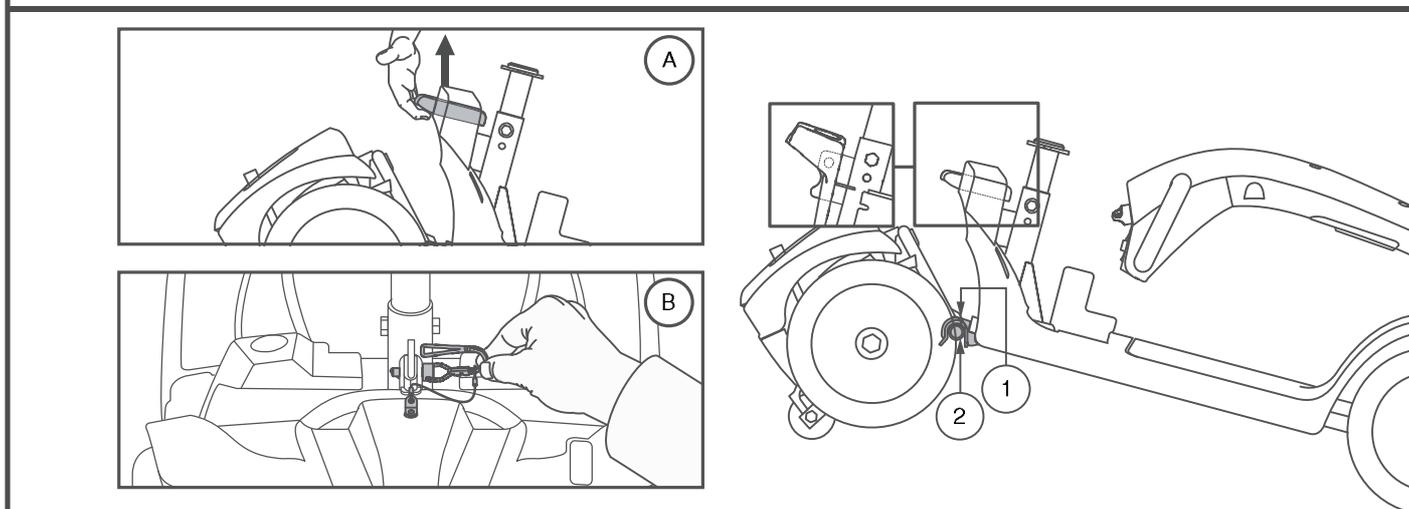

Figura 23 Leva di rilascio del telaio (Stile A) e Perna di chiusura del telaio (Stile B)
3. Rimuovere il perno di chiusura (*Solo modello 104*). **Vedere figura 23.**
1. Posizionare sezione posteriore e sezione anteriore dello scooter come da **figura 23**.
2. Usare la leva di rilascio del telaio (o il piantone del sedile per il modello 104) per sollevare la parte anteriore mentre si allineano i ganci del telaio della parte anteriore con il tubo del telaio inferiore della sezione posteriore. **Vedere figura 23.**